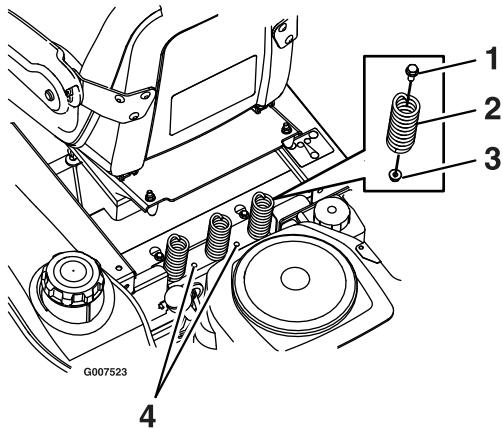

**Bild 17**
1. Drücken Sie den Einstellhebel zur Maschinenmitte, um die Sitzeinstellschiene zu lösen (Bild 17).